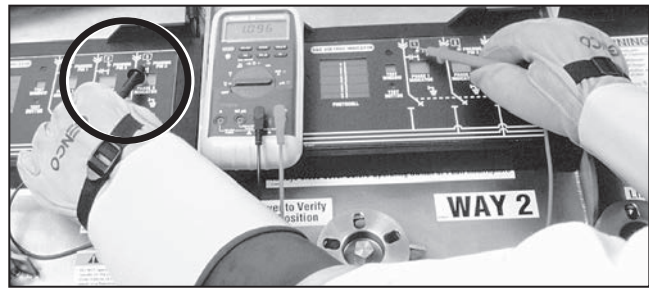

Figura 52. Mida la tensión de fase a fase— Fase 3 a Fase 1
- (d) Mantenga la sonda de prueba en el Pin de Ajuste de Fase 1 de la segunda vía y mueva la otra sonda de prueba al Pin de Ajuste de Fase 3 de la primera vía. Mida la tensión fase a fase. Ver Figura 52. Nuevamente, cuando compare las diferentes fases de las dos vías, la tensión debe ser de 1.7 a 2 veces la tensión de fase a tierra medida en el Paso 3 en la página 27.